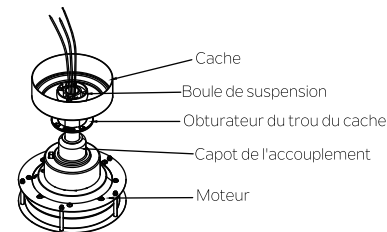

Fig. 8
**Étape 4.** Faites glisser le capot de l'accouplement, l'obturateur du trou du cache et le cache sur la tige de suspension. Réinstallez soigneusement la boule de suspension sur la tige de suspension. Assurez-vous que la broche transversale se trouve dans la position correcte, que la vis de blocage est bien serrée et que les fils ne sont pas tordus. ( Fig. 8)